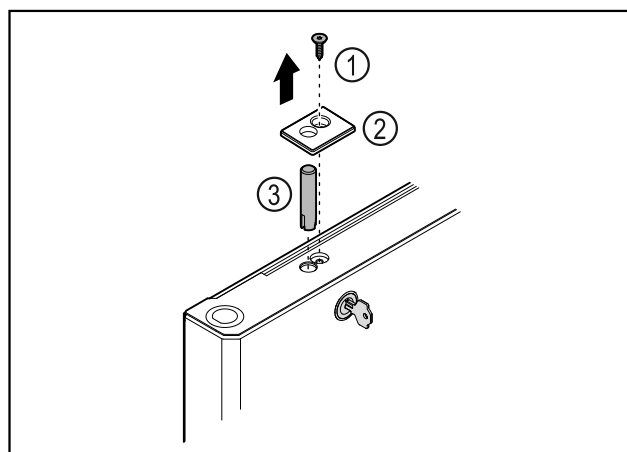

Fig. 35
- Retirer la vis Fig. 35 (1).
- Décrocher le cache Fig. 35 (2) avec un petit tournevis et le retirer.
- Retirer l'axe de la serrure Fig. 35 (3).